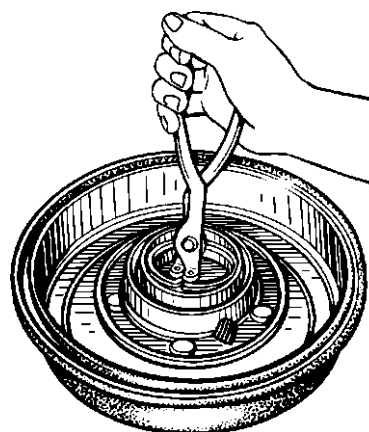

Рис. 11.7. Снятие упорного кольца подшипника ступицы колеса
2. Снимите упорное кольцо внутреннего подшипника с помощью щипцов (рис. 11.7).